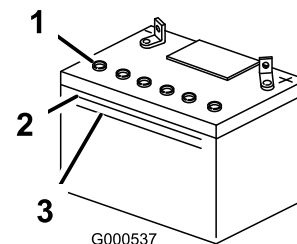

Рисунок 43
1. Посмотрите на боковую стенку аккумуляторной батареи. Уровень электролита должен доходить до линии Upper («Верх») (Рисунок 43). Следите за тем, чтобы уровень электролита не опустился ниже линии Lower («Нижний») (Рисунок 43).
- Снимите с аккумуляторной батареи вентиляционные крышки (Рисунок 43).
- Медленно залейте дистиллированную воду во все элементы аккумуляторной батареи так, чтобы уровень электролита достиг верхней линии (Рисунок 43) на корпусе аккумуляторной батареи.
- После заполнения элементов аккумуляторной батареи подождите пять—десять минут. В случае необходимости добавьте дистиллированную воду так, чтобы уровень электролита достиг верхней линии (Рисунок 43) на корпусе аккумуляторной батареи.